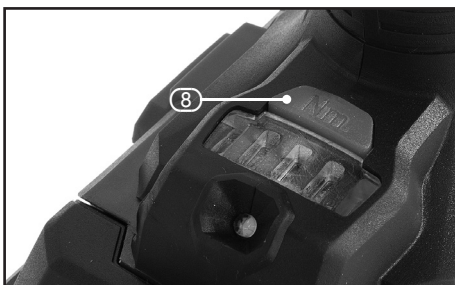

FIG.9
9.6 VARIABLE TORQUE SELECTOR – FIG.9